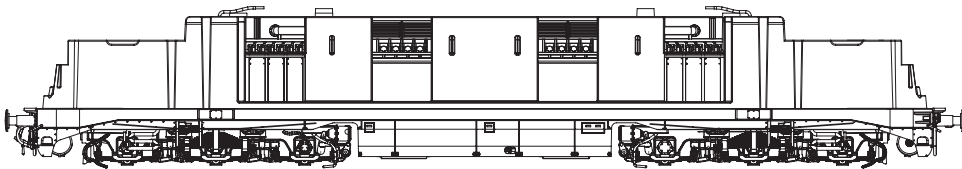
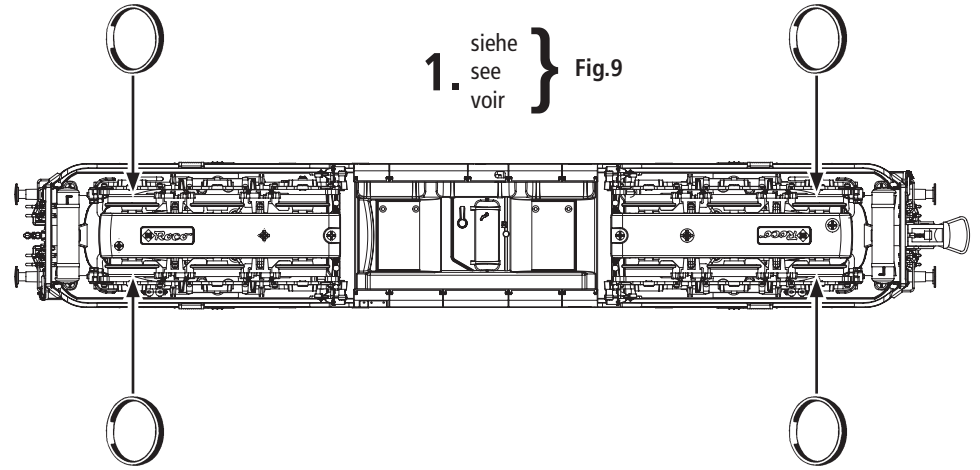

Fig. 8
Fig. 9
3. Haftreifenwechsel: Zuerst den Getriebedeckel abnehmen (Fig. 9). Danach den **Radsatz** herausnehmen und die **Haftreifen** mit einer Nadel od. mit einem feinen Schraubendreher abziehen (Fig. 8). Beim Aufziehen der neuen Haftreifen darauf achten, dass diese sich nicht verdrehen.
3. Change of traction tyre: Remove the gear cover (fig. 9). Take out **wheel set** and remove **traction tyre** using a pin or a fine screwdriver (fig. 8). When pressing on the new traction tyre please **avoid twisting it**.
3. Échange des bandages d'adhérence: Démontez d'abord **le couvercle du carter des engrenages** des engrenages (fig. 9). Délogez ensuite les essieux bandagés et enlevez, à l'aide d'une aiguille ou d'un tourne-vis fin, les bandages d'adhérence (fig. 8). Lors du montage des nouveaux bandages veuillez veiller à ce que les bandages **ne soient pas tordus**.